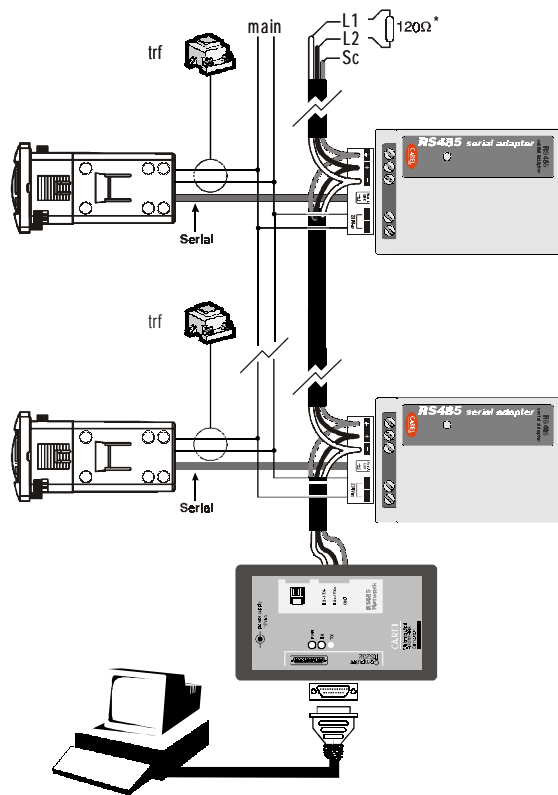

Fig. 1
**SCHEMI DI CONNESSIONE MODULO SERIALE E SISTEMA DI SUPERVISIONE (Fig. 1)**